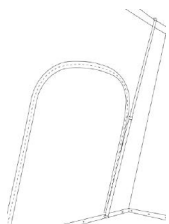

рис. 8
6. Поднимитесь по лестнице к палатке и вставьте внутреннюю стойку в соответствующий разъем. Поверните верхнюю часть стойки, чтобы открыть замок и настроить высоту. После настройки поверните замок по часовой стрелке (рис. 8).